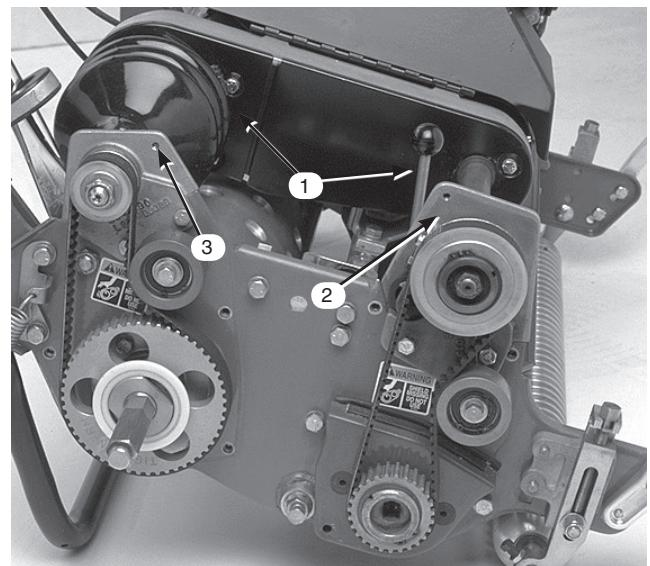

図41
4. デファレンシャル・カバー（前半分と後半分）のキャップスクリュを取り、カバーを外してベルトが見えるようにする（図41）。
6. 前クラッチ・ハウジングをサイド・プレートに固定しているキャップスクリュ 2 本を外す(図41)。
8. 右後ペアリング・ハウジングをサイド・プレートに固定しているキャップスクリュ 2 本とロックナットを外す(図41)。